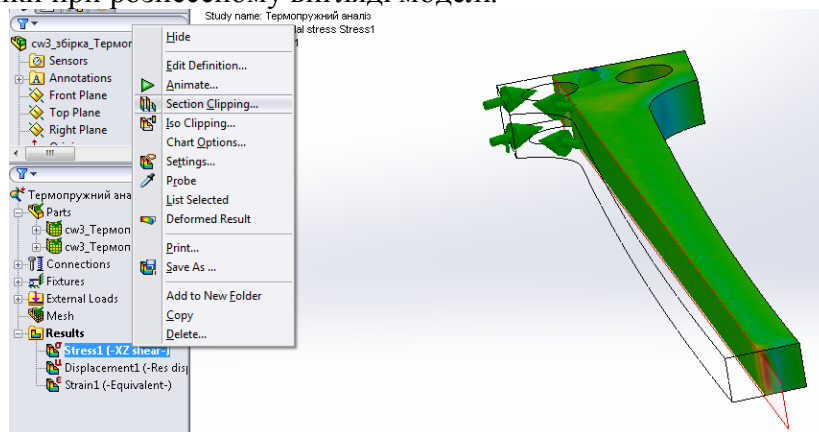

Рис. 3.2.9. Перегляд напружень модель посекційно
11. За допомогою опції **Показати секцію (Section Clipping)** перегляньте напруження у розрізах моделі (рис. 3.2.9). Потім перейдіть до моделі SolidWorks та створіть рознесений вид. Активуйте його та перейдіть у менеджер CosmosWorks. Тепер перегляньте результати розрахунку при рознесеному вигляді моделі.